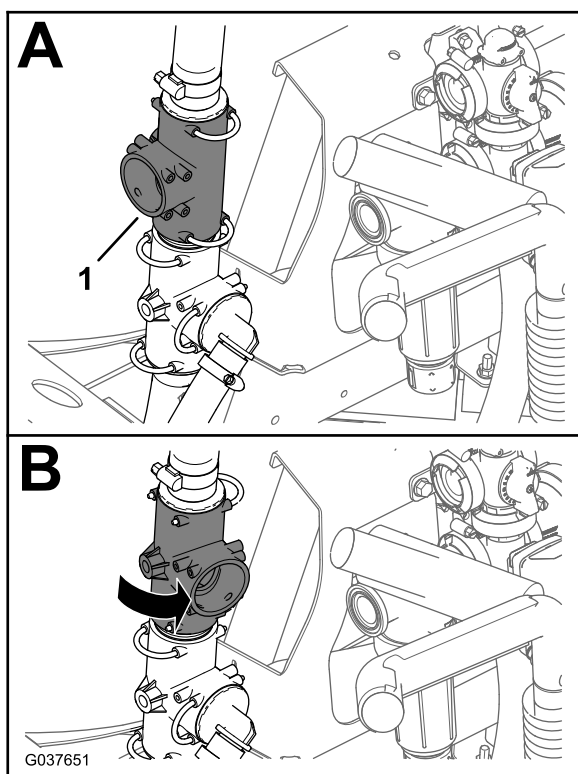

Figura 58
1. Rode a união em T superior aproximadamente 80° no sentido contrário ao dos ponteiros do relógio (Figura 58).